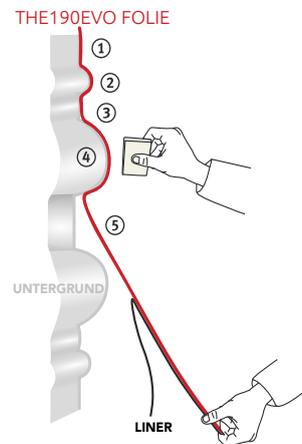

Abbildung 06
- › Liner nach und nach abziehen, dabei die Folie weiter nach unten hin spannen. (Abb. 06)
- › Beginnen Sie mit der Vertiefung ①, dann mit der Erhebung ②, bis hin zur nächsten Vertiefung ③.
- › Anschließend ist der darauffolgende erhabene Bereich anzubringen ④. Auf diese Weise kann nun bis zur ⑤ vollständigen Folienverklebung fortgefahren werden.